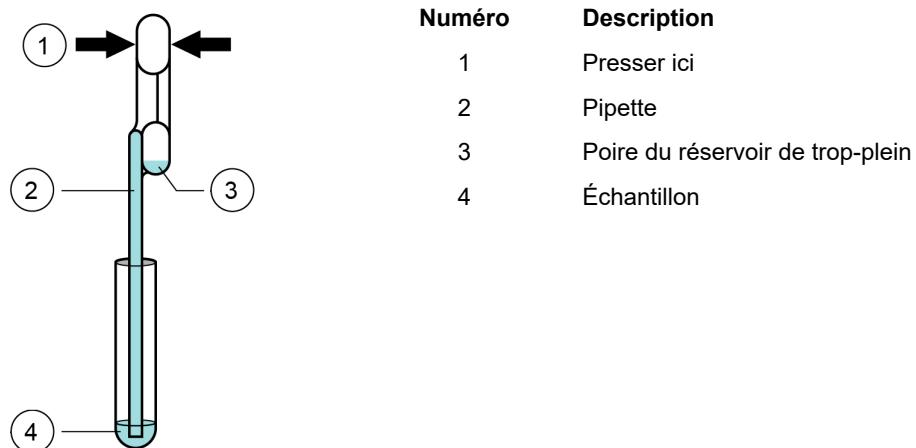

Figure 21. Pipette de transfert
13. Presser complètement la poire supérieure de la pipette de transfert **jusqu'à l'aplatir entièrement**. Tout en maintenant la poire parfaitement aplatie, placer l'embout de la pipette dans le tube de transport d'échantillon (voir la Figure 21).
14. En gardant la pipette sous la surface du liquide, relâcher lentement la poire supérieure de la pipette afin de remplir la pipette d'échantillon avant de la retirer du tube. Il est normal que du liquide pénètre dans le réservoir de trop-plein (voir la Figure 21). Vérifier que la pipette ne contient pas de bulles.